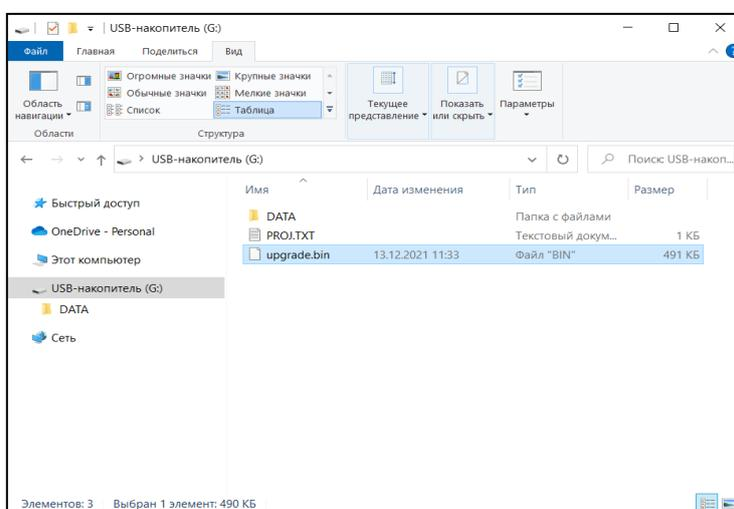

Рисунок 137 Внешний вид корневой папки с файлом прошивки
4.1.3. Скопируйте файл прошивки *upgrade.bin* в корневой каталог (Рисунок 137). Если имя файла прошивки отличается от *upgrade.bin*, например, «Maximag.bin» следует изменить имя данного файла на *upgrade.bin*